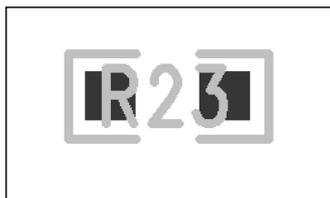

图 15-29 “焊盘印丝”问题
(6) 分析检查“焊盘印丝”问题,就是检查是否有如图 15-29 所示的丝印覆盖焊盘的情况出现。